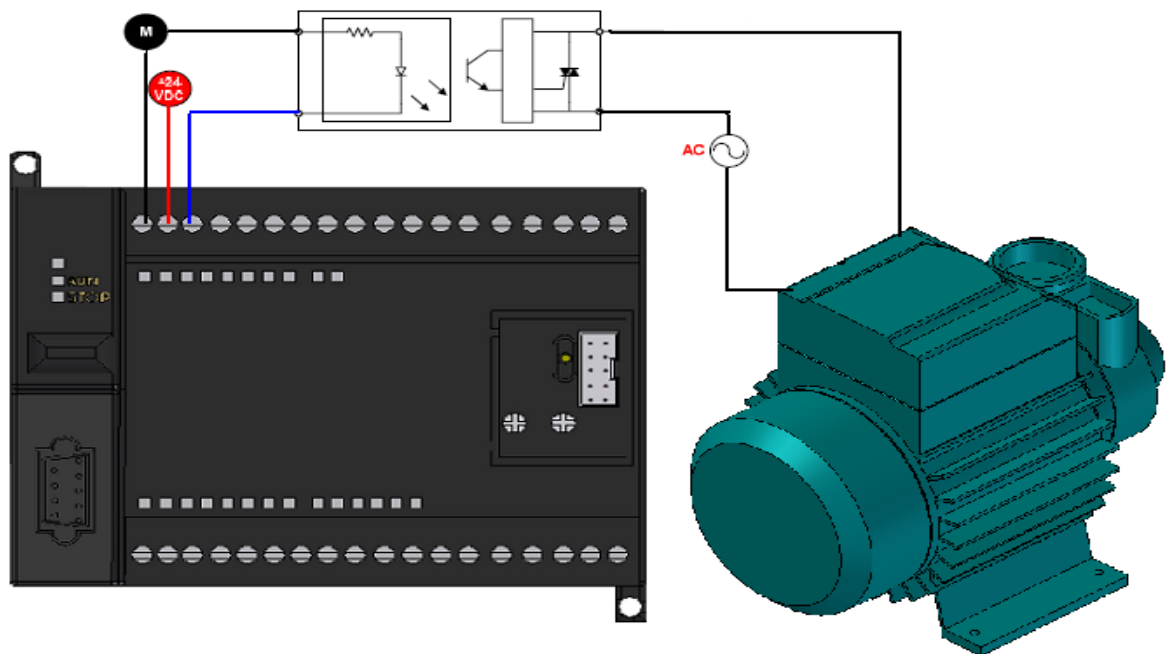

Figura 86. Instalación del Relé de Estado Sólido para la Motobomba [11]
- Válvula de regulación.** En el Sistema de Destilación Atmosférica del Módulo Multiproceso se utilizara la Válvula de Esfera Paso Total de Dos (2) Piezas Inoxidable 2014 Marca Genebre, identificada como "V-7". (Ver figura 86)